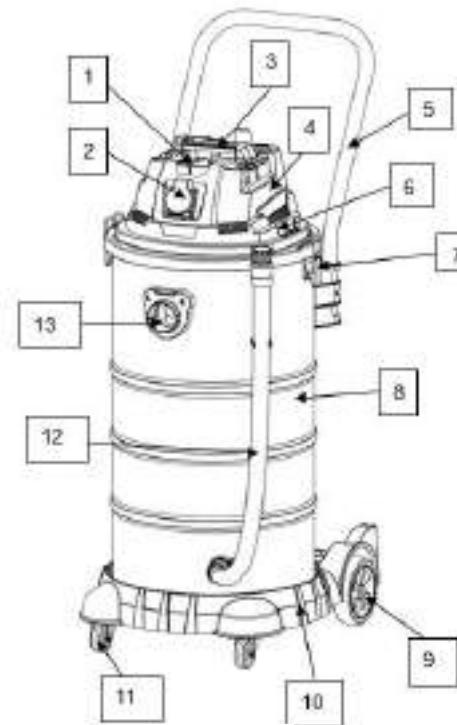

Рис. 1
- Разблокируйте два замка (7) (Рис.1) с обеих сторон пылесоса и за ручку (3) (Рис.1) снимите секцию электродвигателя (6) (Рис.1).
- После установки соответствующего фильтра за ручку (3) (Рис.1) правильно установите секцию электродвигателя (3) (рис.4) на бак (8) (Рис.1) и заблокируйте два замка (7) (рис.1).
- Позиция «I» – пылесос включен, независимо от факта подключения электроинструмента к розетке (2) (Рис.1);
- Позиция «II» пылесос включается через несколько секунд только после пуска, подключенного к розетке (2) (Рис.1) электроинструмента, и пылесос отключается через несколько секунд только после остановки.
**Подключение электроинструмента:** на секции электродвигателя (6) (Рис.1) установлена розетка (2) (Рис.1) для подключения электроинструмента, которая обеспечивает автоматическое включение и отключение пылесоса одновременно с включением или выключением электроинструмента. Внимательно изучите инструкции, правила и руководства по эксплуатации подключаемого электроинструмента.